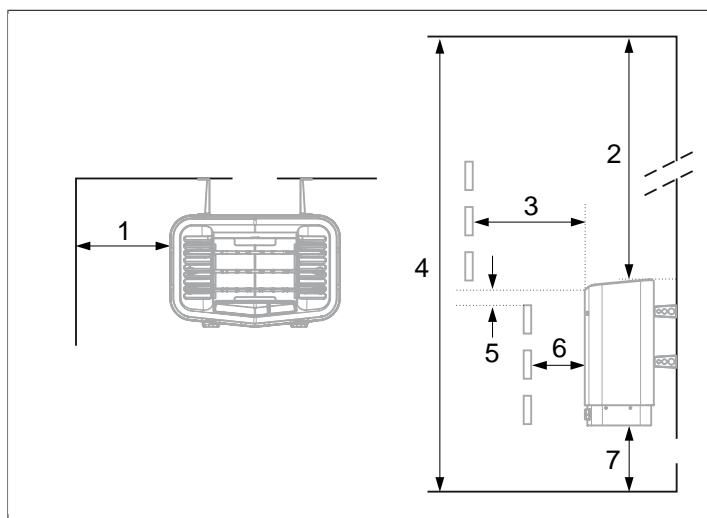

Fig 2: Emplacement du poêle – montage normal
- à une distance suffisante du sol, des cloisons latérales et des aménagements (cf. **Fig 2**, page 2).